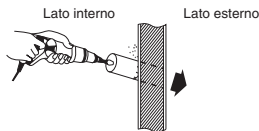

Fig. 3-35
- (4) Usando una punta fresa a tazza o un cannello per il taglio dei fori, praticare un foro nel muro. (Fig. 3-35)